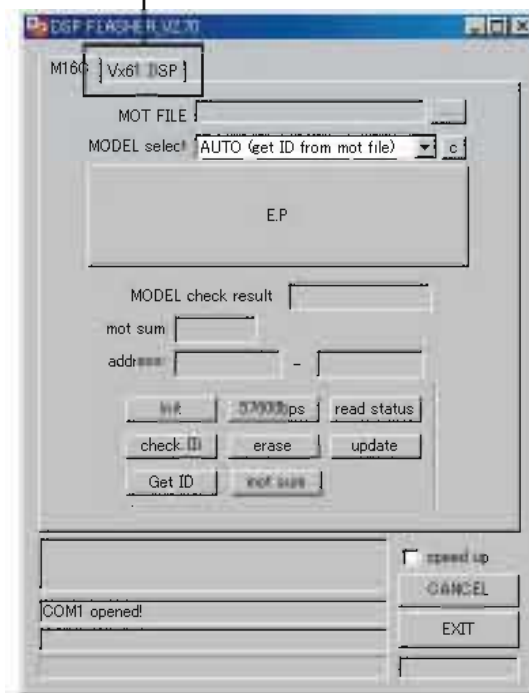

Fig. 2
"DSP_FLASHER_V2.70" is displayed. (Fig. 2)
5. Click [Vx61 DSP]. (Fig. 2)
"DSP_FLASHER_V2.70"が表示されます。(Fig. 2)
5. [Vx61 DSP]をクリックします。(Fig. 2)